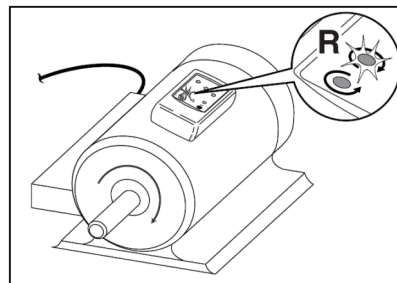

Figura 3. Rotación del motor
2. Posicione el comprobador en el motor de manera que esté en paralelo a la longitud del eje del motor. El indicador debería estar a 25mm o más cerca del motor. Ver Figura 3.